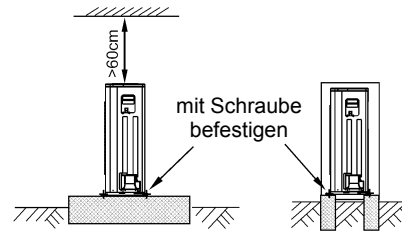

Abb. 6-15
- Ein Betonfundament nach den Spezifikationen für Außen-einheiten errichten. (Siehe Abb. 6-15.)
- Die Gerätefüße mit Schrauben gut befestigen, so dass das Gerät bei Erdbeben oder starkem Wind nicht fallen kann. (Siehe Abb. 6-15).